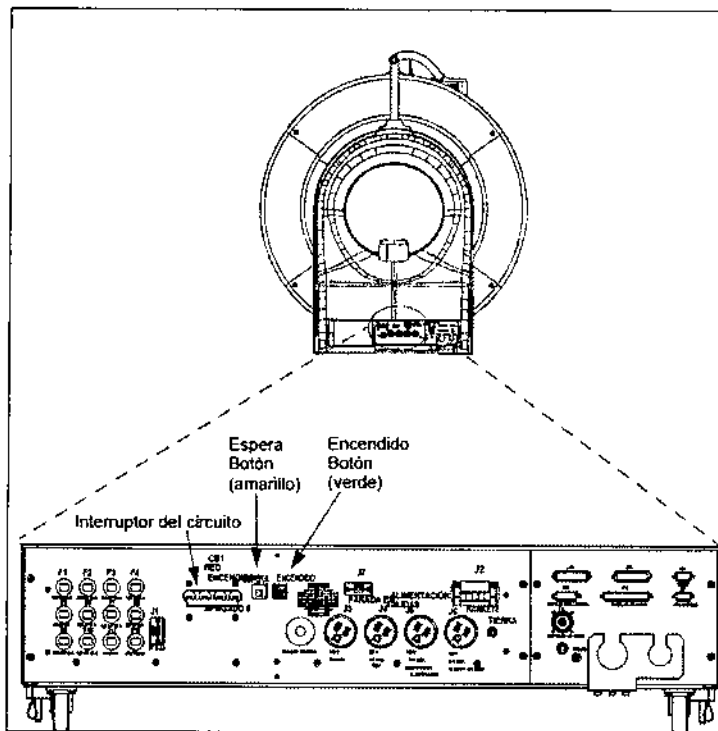

Figura 1-3 Controles de encendido y apagado con el interruptor del circuito
3. Conecte el interruptor del circuito de alimentación que está situado cerca de la cara posterior del gantry, cerca del botón de espera (consulte Figura 1-3).